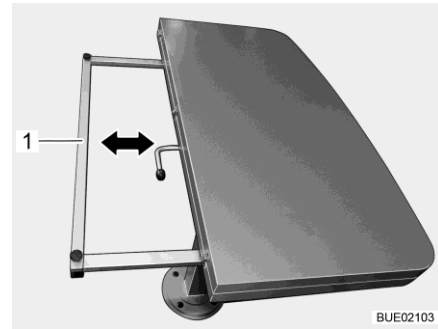

Fig. 132 Reducir el tamaño del tablero de la mesa
- Sujetar ambos lados del marco de apoyo (Fig. 132,1) e insertarlo uniformemente hasta el tope debajo del tablero de la mesa.